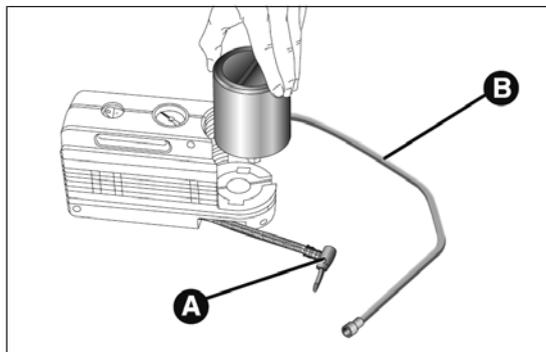

fig. 165
- débrancher le raccord A fig. 165 ;